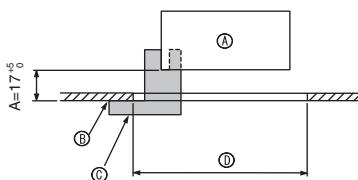

Fig. 9-2
① Gitter	1	950 x 950 (mm)
② Skrue med fast spændeskive	4	M5 x 0,8 x 25
③ Måleapparat	1	(delt i fire)
④ Befæstelseselement	3
⑤ Skrue	4	4 x 8
⑥ Skrue	1	4 x 12
⑦ Trådløs fjernbetjening	1	til PLP-6BALM
⑧ Kabelbetjent fjernbetjening	1	til PLP-6BAMD
9.2. Forberedelser til fastgørelse af gitteret (Fig. 9-2)
- Med det medleverede måleapparat ③ justeres og kontrolleres enhedens placering i forhold til loftet. Hvis enheden ikke er placeret korrekt i forhold til loftet, kan det resultere i vindlækager eller kondensdannelse.